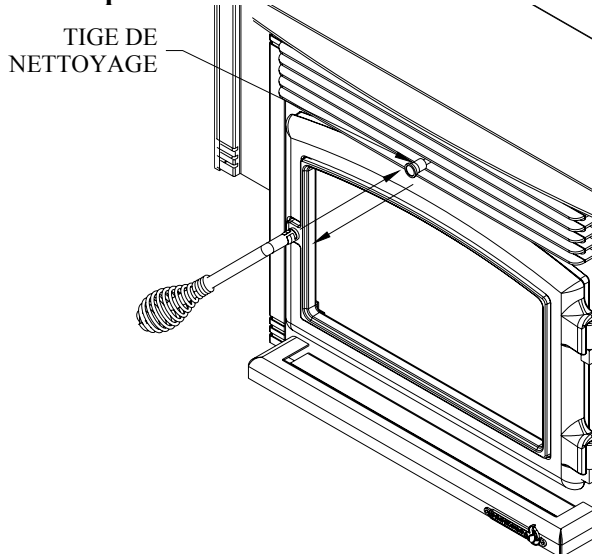

Figure 43
- a. **Tubes d'échangeur de chaleur** – Votre poêle ENERZONE BIO-35 possède un mécanisme de nettoyage des tubes de l'échangeur de chaleur intégré à l'appareil. Le nettoyage des tubes devrait se faire au moins une fois par semaine. Faites glisser la tige d'avant en arrière 3 à 4 fois (voir Figure 43). Lorsque cette opération est terminée, repoussez la tige.